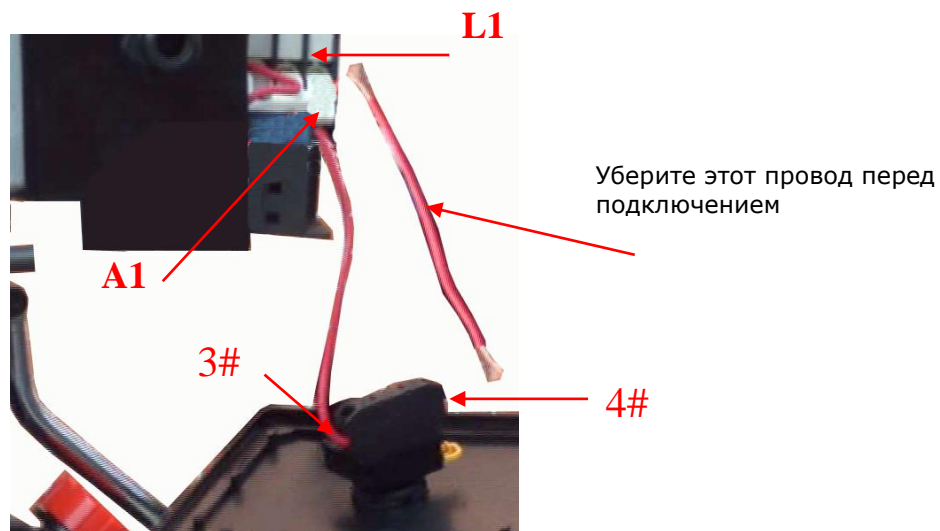

Fig. 43
1. Отсоедините провод соединяющий терминал **4#** на кнопке и **L1** на замыкателе (см рис. 43).